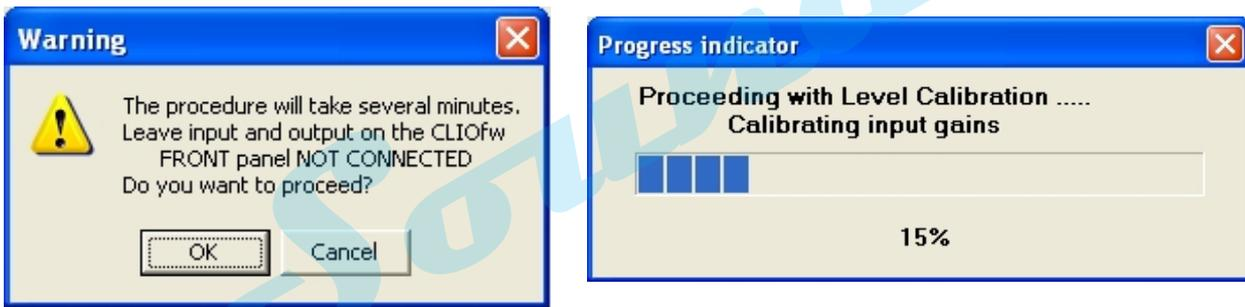

图3-22
2) 系统弹出如图3-22的警告提示框，提示您需要将CLIO BOX 前面板所有的输入输出连接线拔掉，确认无误后点OK即可，系统自动运行校正程序并提示校正进度。